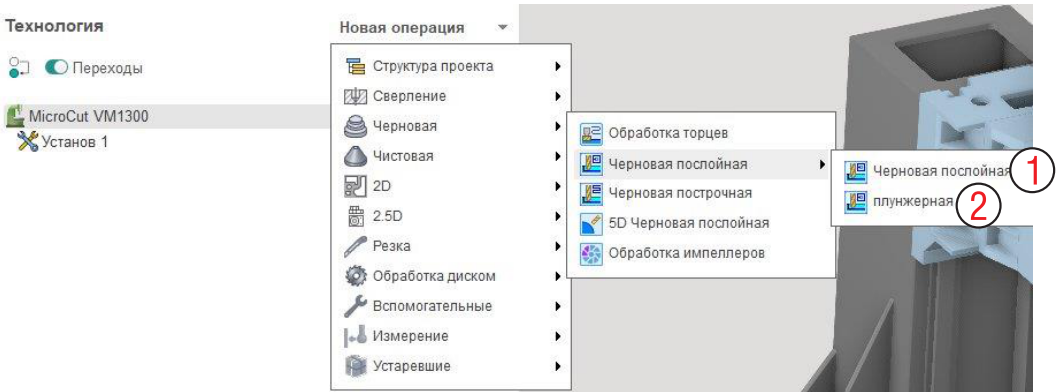

Рис. 17-21. Пользовательская операция появилась в меню новых операций.
Существует несколько способов добавления экземпляра ранее созданной пользовательской операции в новый проект. На рис. 17-21 показано, что при создании новой операции можно создать как стандартную **Черновую послынную** (1), так и операцию **Плунжерная** (2), которую мы сохранили ранее.